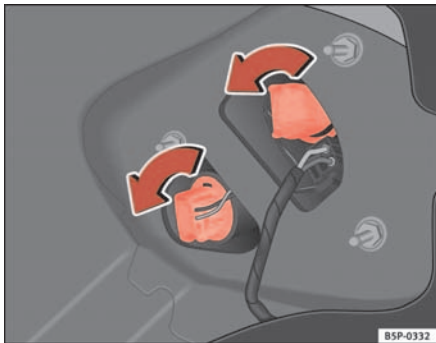

Abb. 188 Rücklichter an der Karosserie
- Drehen Sie die Lampenfassung nach links ⇒ Abb. 188.